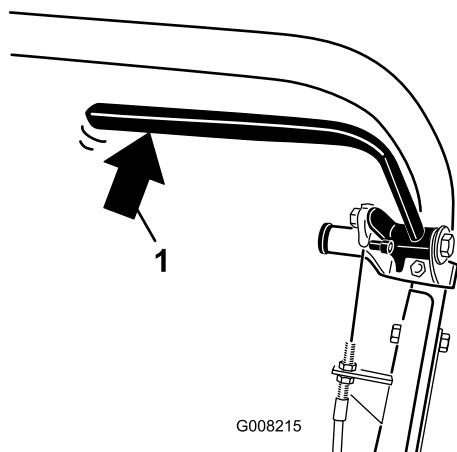

图33
- 使用弹簧称向后按压行车刹车杆图33。当作用力达到 13.518kg 时驻车刹车应会松开。如果驻车刹车在作用力达到 13.518kg 之前松开请调节刹车拉线。